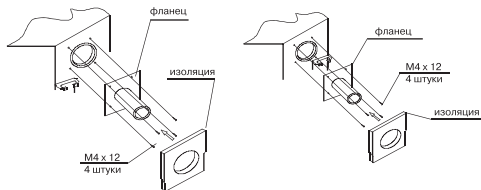

Рис. 30
8. Закрепите фланец и изолируйте его [Рис. 30]